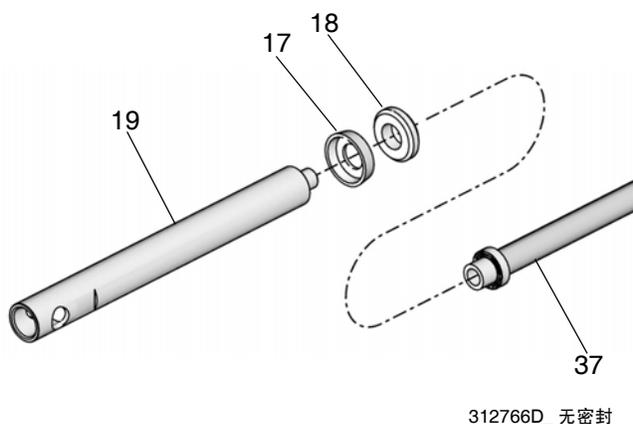

图 18
1. 用 2 号锂基黄油润滑衬垫 (17) 和轴承 (18)。
2. 将轴承 (18) 和杯衬垫 (17) 唇边朝下安装在泵连杆 (37) 上。参见图 18。